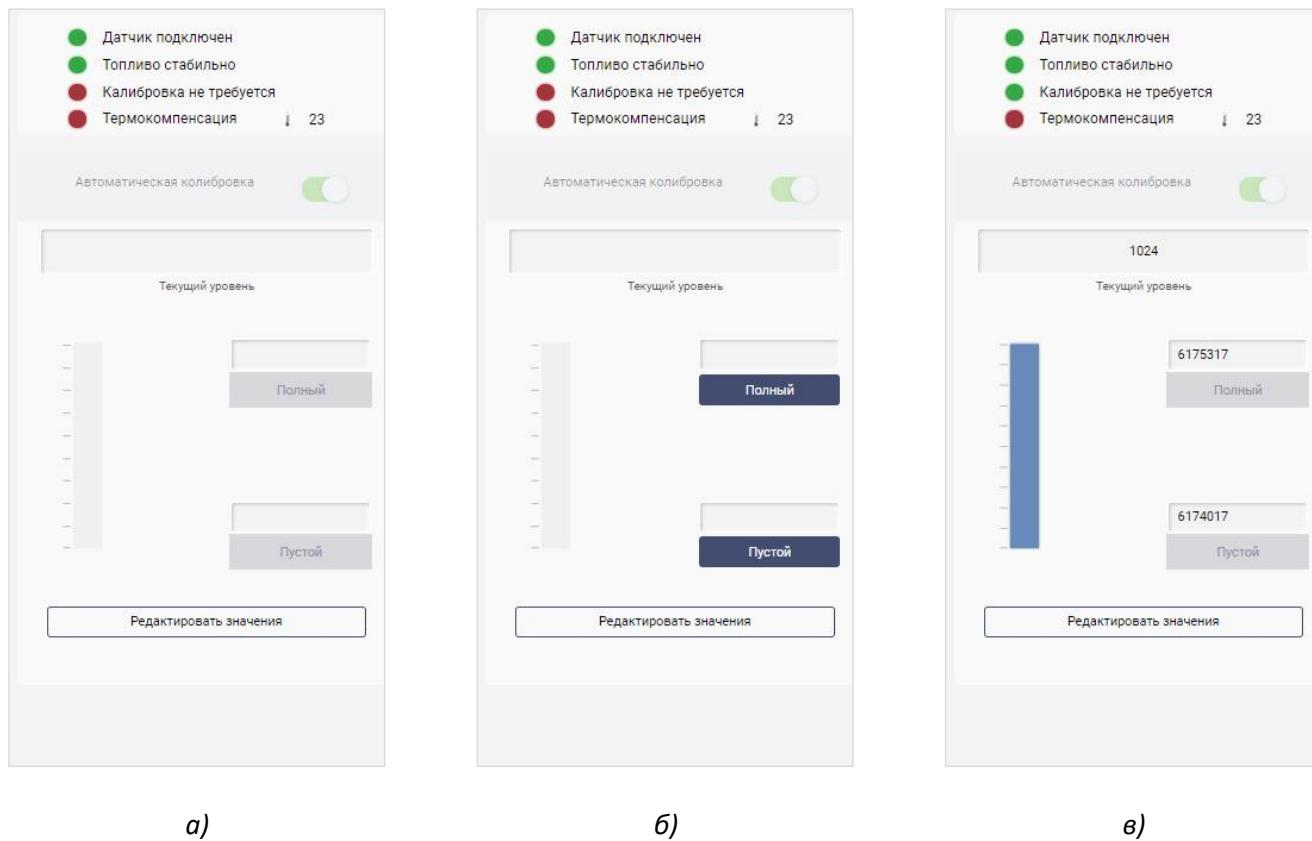

Рис. 25 – Раздел калибровки «**пустой/полный**» ДУТ.
● **красный** - калибровка ДУТ не выполнена (см. Рис.25а)
● **зеленый** - калибровка ДУТ выполнена (см. Рис. 25в).
Для начала калибровки нажмите кнопку «**Редактировать значения**». Тогда раздел калибровки примет вид, представленный на Рис.25б.
6. По окончании калибровки «**пустой/полный**» индикатор калибровки становится зеленым, а поля Пустой/Полный будут заполнены полученными значениями (см. Рис.25в).
8. По окончании калибровки «**пустой/полный**» индикатор калибровки становится зеленым (см. Рис.25в).